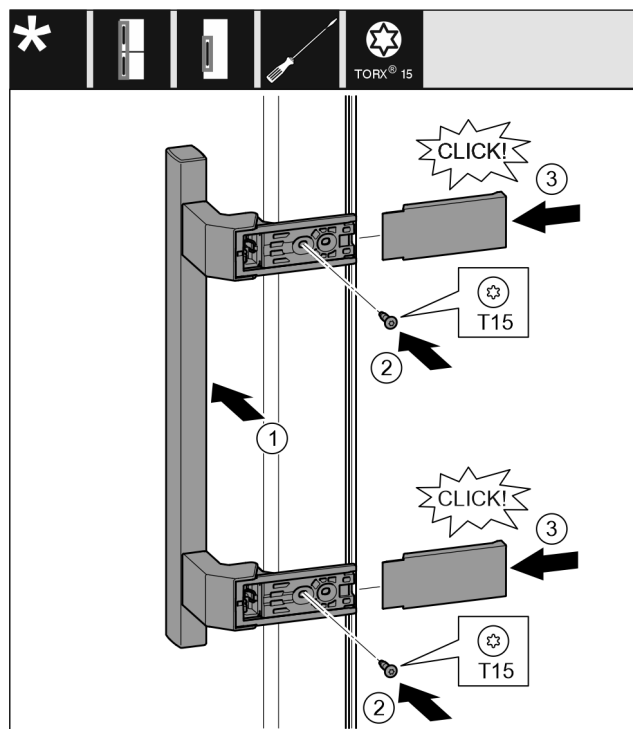

Fig. 22
- Applicare la maniglia sul lato opposto. Fig. 22 (1)
- Serrare le viti con il cacciavite T15. Fig. 22 (2)
- Applicare le coperture lateralmente e spingerle. Fig. 22 (3)